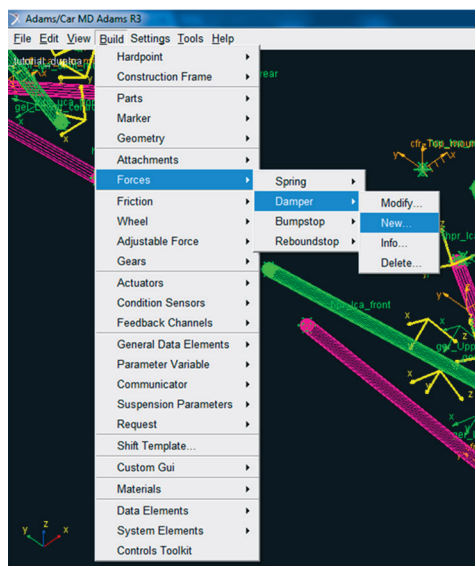

Figura 5.84 – Definição do amortecedor da suspensão.
- Para a criação do amortecedor, acesse o menu *Build* → *Forces* → *Damper* → *New* (Figura 5.84).